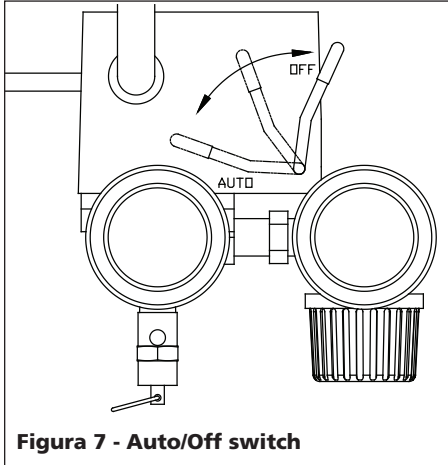

Figura 7 - Auto/Off switch
- **Presostato** - Automático (Figura 7)